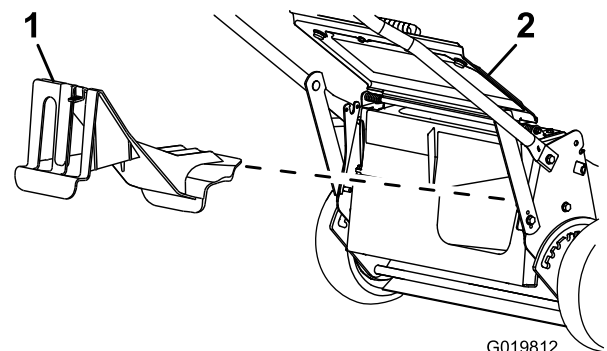

Figure 20
- Si l'obturateur d'éjection arrière n'est pas installé, saisissez-le par la poignée, relevez le déflecteur arrière et insérez-le dans la goulotte d'éjection arrière jusqu'à ce que le dispositif de verrouillage s'enclenche; voir Figure 20.
2. Retirez l'obturateur d'éjection arrière en appuyant sur le verrou avec le pouce et en tirant l'obturateur hors de la machine (Figure 20).